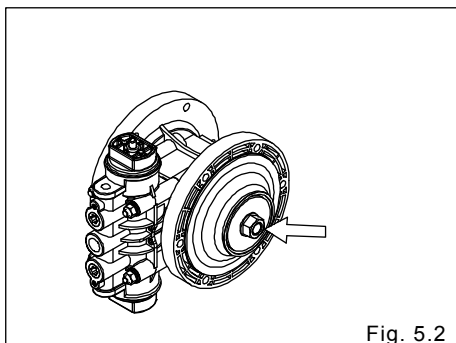

Fig. 5.2
- Retire las tuercas de ambos lados del pistón central. [Fig. 5.2]